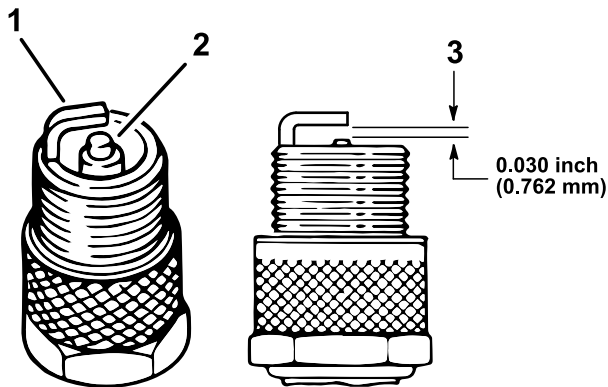

Bild 38
4. Prüfen Sie den Zustand der Seitenelektrode, der zentralen Elektrode und der Isolierung um die zentrale Elektrode, um sicherzustellen, dass nirgendwo Defekte aufgetreten sind (Bild 38).
5. Stellen Sie den Abstand zwischen der mittleren und seitlichen Elektrode auf 0,762 mm ein, wie in Bild 38 abgebildet.